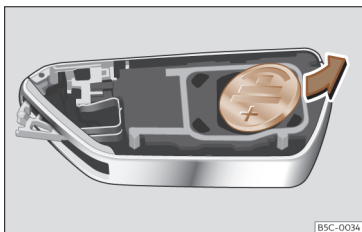

Fig. 67 Llave del vehículo: extracción de la pila.
- Extraiga la pila del compartimento con un objeto fino adecuado >>> **fig. 67**.
- Coloque la pila nueva y presiónela en el compartimento para la pila >>> ①.